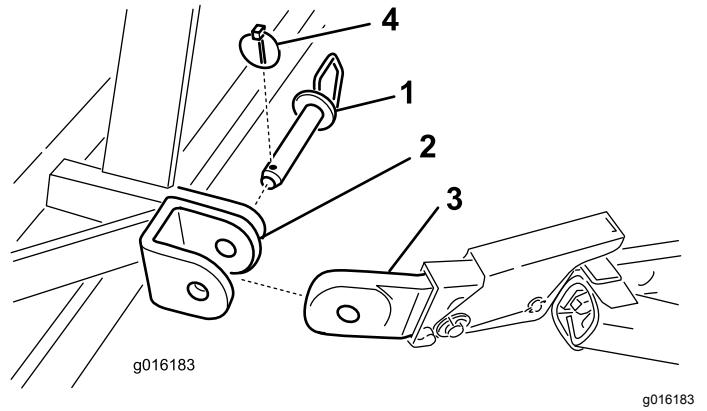

Figure 4
5. Fixez les bras d'attelage inférieurs aux supports de montage de l'aérateur avec les goupilles d'attelage et les goupilles à anneau (Figure 4).